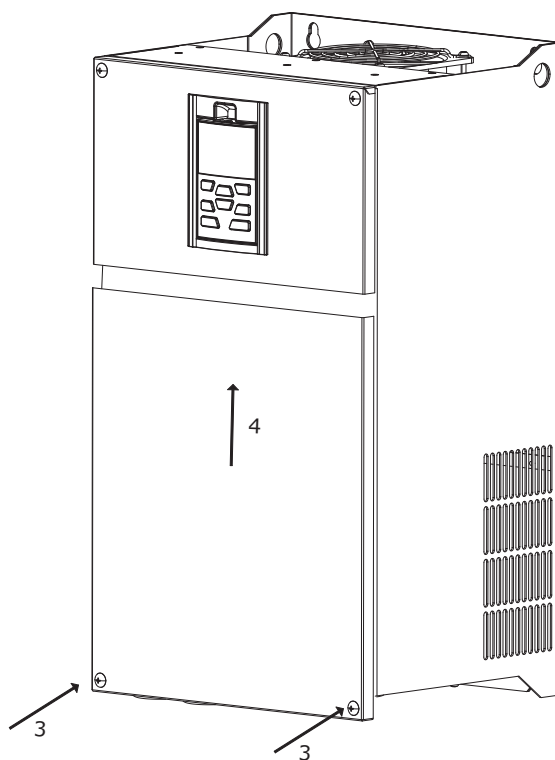

Рисунок 2.14 – Установка нижней крышки
- установить нижнюю крышку в направлении 4 и зафиксировать двумя невыпадающими винтами (см. рисунок 2.14, поз. 3) с помощью крестовой отвертки;